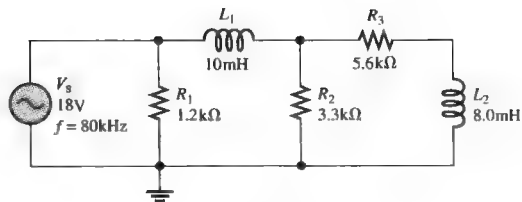

图 12-56
33. 如何 L_1 开路，试确定图 12-56 中各元件两端的电压。